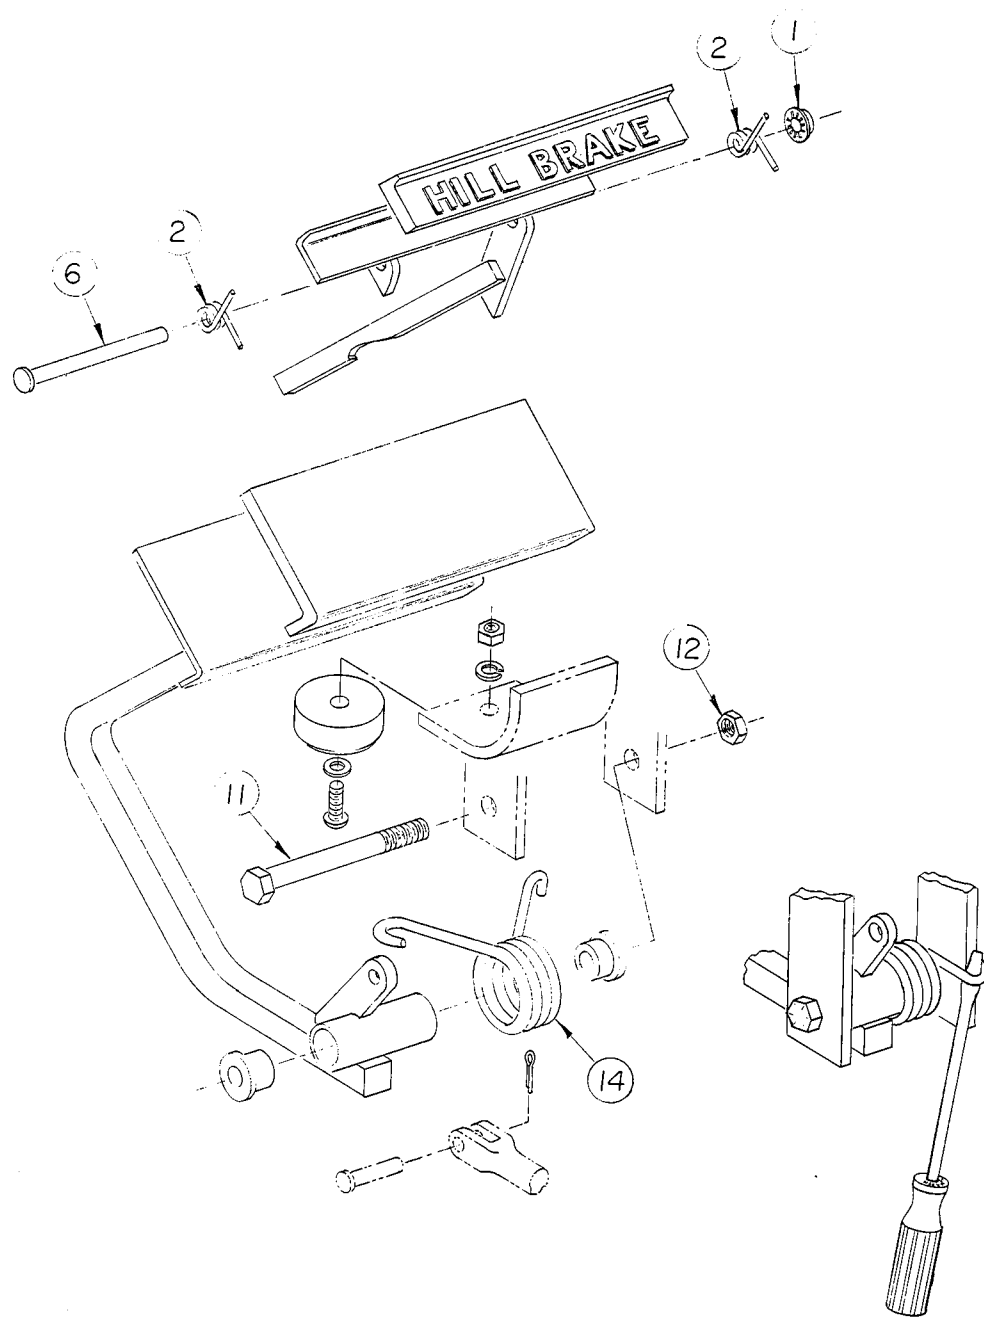

FIG. 9 C DISASSEMBLY OF BRAKE PEDAL
**DISASSEMBLY OF BRAKE PEDAL** (See Fig. 9 C)